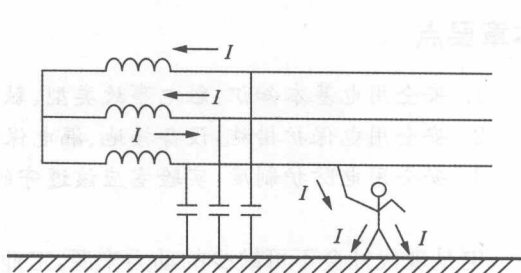

图 1-2 中性点未接地的单相触电
(2) 电源中性点不接地的单相触电,如图 1-2 所示。由于输电线与大地之间有电容存在,交流电可经这种分布电容 C 构成的通路而流入人体。